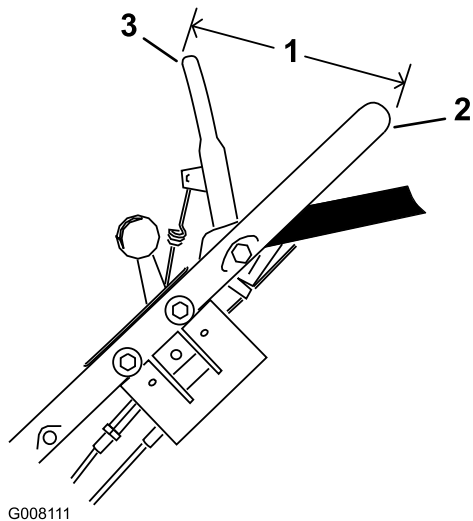

Figure 33
6. Maintenez la barre de commande de la lame de sorte que **l'extérieur** se trouve à 14 cm de **l'extérieur** du guidon, puis tirez sur le câble pour éliminer le mou, mais sans tendre le ressort (Figure 33).